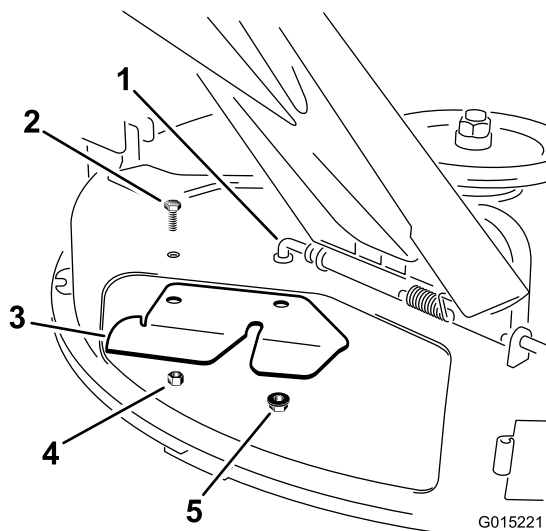

Figure 21
3. Montez le nouveau déflecteur d'ouverture sur le dessous du plateau de coupe (Figure 21). Fixez-le avec les fixations retirées précédemment.